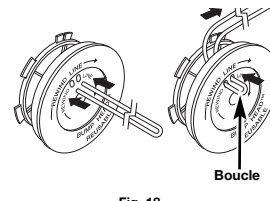

Fig. 18
6. Découpez environ 5,4 m (18 pi) de fil neuf et faites-en deux boucles de longueurs égales. Insérez chaque extrémité de fil dans l'un des deux trous du moulinet (Fig. 18). Tirez le fil à travers le moulinet pour que la boucle soit la plus petite possible.